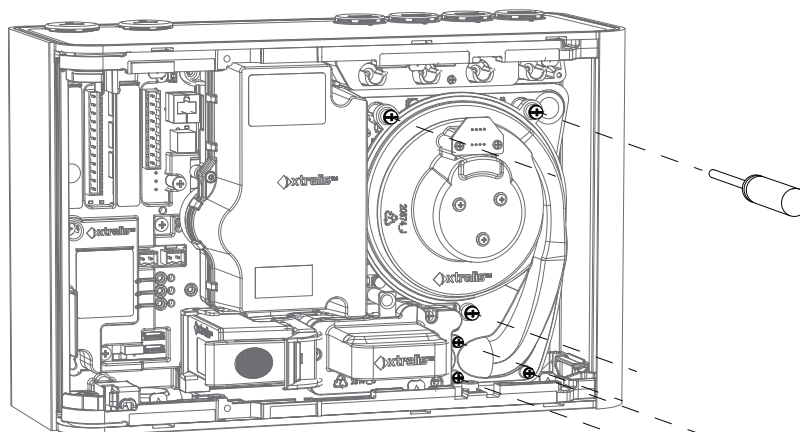

Рис. 7-11: Удалите крепежные винты aspirатора
4. Удалите шесть винтов, фиксирующих aspirатор на основании извещателя (Рис. 7-11).